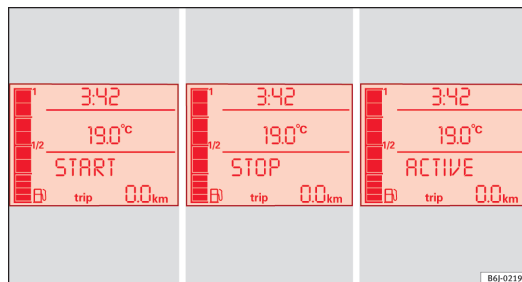

Abb. 102 Anzeige am Display des Kombiinstrumentes während des Start-Stopp-Betriebs
- Am Display des Kombiinstrumentes wird der Funktionszustand des Start-Stopp-Systems angezeigt ⇒ **Abb. 102**.